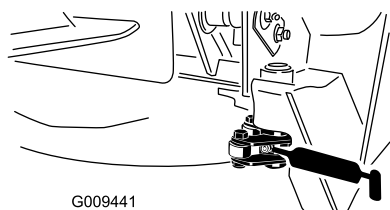

Figura 39
- Pivote del enganche (2) (Figura 39)